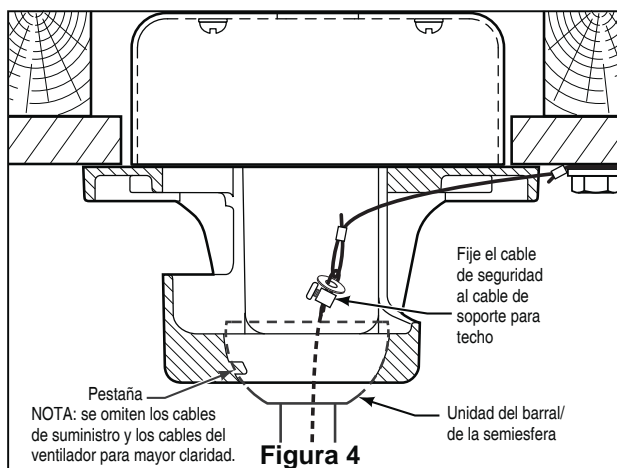

Figura 4
4. Coloque el soporte de la varilla y alinee los orificios de la clavija de horquilla en ambas piezas. Instale la clavija de horquilla y asegúrela con la pinza de horquilla. Fije los dos tornillos de presión y las tuercas de seguridad en el soporte de la varilla interior. (Figura 4)
4. Levante cuidadosamente el ventilador y coloque el ensamble de la bola para colgar/varilla en la abrazadera y arandelas para colgar que acaba de fijar a la caja de salida. Asegúrese de que la ranura de la bola esté alineada con la lengüeta de la abrazadera para colgar. (Figura 4)
5. Fije el cable de seguridad al cable de soporte para techo. Deslice la abrazadera de cables por el cable de seguridad (del ventilador). Pase el extremo del cable a través del aro que forma el cable de soporte para techo. Tire lo más posible del cable a través del aro. Inserte el extremo del cable en el orificio de la abrazadera y ajuste firmemente el tornillo. (Figura 4)